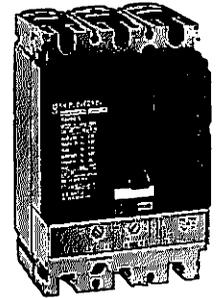

Fig. 3 : Disjoncteur compact NS 250 L (Merlin Gerin).
- les disjoncteurs pour usage général (Dg) pour lesquels I_n est remplacé par I_r dans les relations ci-dessus. Les disjoncteurs d'usage général commencent à $I_n = 125$ A (fig. 3).